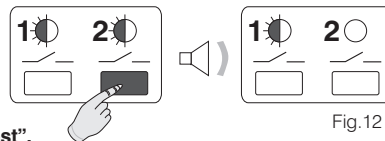

Fig.12
- Mantenere premuto il **tasto 2/** fino alla emissione di un singolo segnale acustico, quindi rilasciarlo. Il **LED 2** è spento ed il **canale 2** è indipendente dal **cronotermostato "Master"** (fig.12).